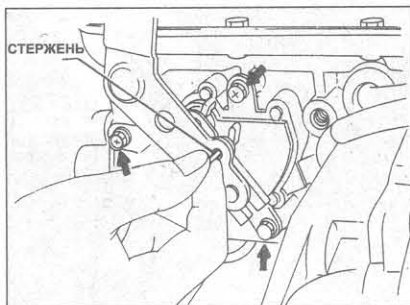

Рис. 7.12 Установка ингибитора стартера/выключателя ламп заднего хода (Главы 10 и 11)
- 4 Возьмите металлический стержень (сверло) диаметром 4 мм, вставьте его прямо в отверстие в рычаге выбора (см. рис. 7.12). Стержень должен войти непосредственно в отверстие выключателя.